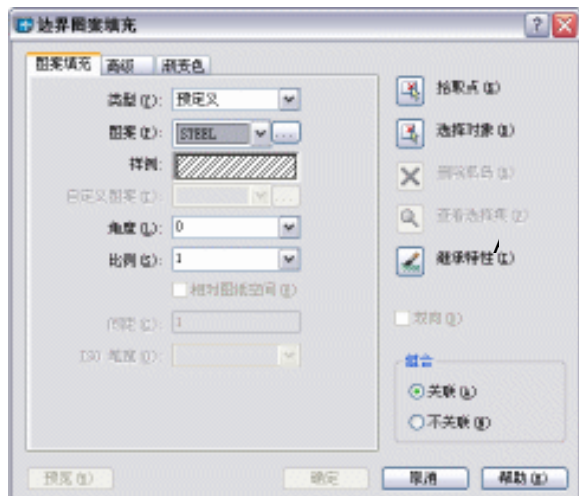

图 4-6-7
STEP 01 在命令行中执行 BHATCH 命令，系统打开如图 4-6-7 所示“边界图案填充”对话框。